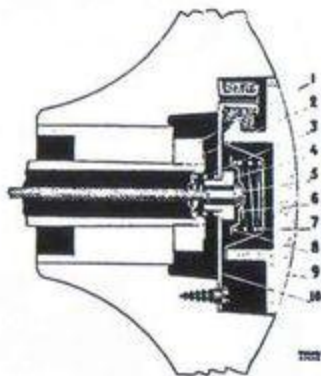

Bild 94. Rattnav [tid utf]
2. Vrid signalknappen (9 bild 94) 1/4 varv och lyft upp den. Ta bort fjädern (8) och kontaktbrickorna (6 och 7). Lossa fästplattan (10) och dra upp den tillsammans med ledning (5), fjäder och kontaktbricka.